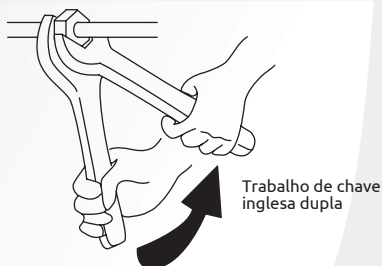

Fig. 4.2. Trabalho do Aperto da Porca de Alargamento
2. Conforme mostrado na Fig. 4.2, aparafuse as porcas com 2 chaves.